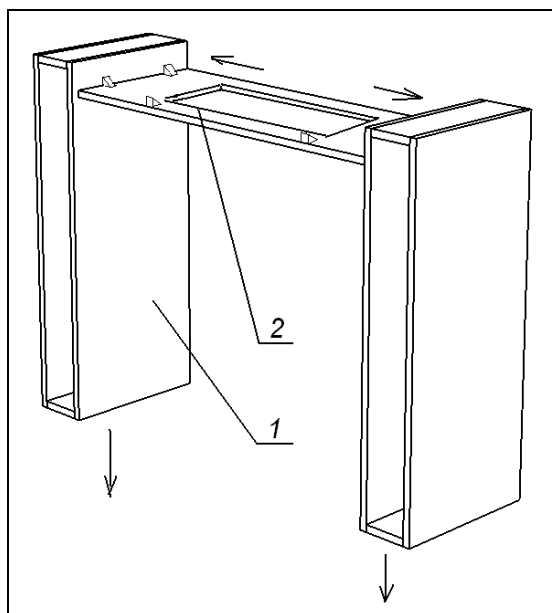

Рис. 35
- в горизонтальном щите (2) вырезать отверстие под вытяжной механизм;
- соединить элементы (1) и (2) с помощью шкантов и пластмассовых монтажных уголков. Собранный конструкцию установить на столешнице и закрепить через нижние горизонталы элементов (1) шурупами 4x35 (Рис. 35)